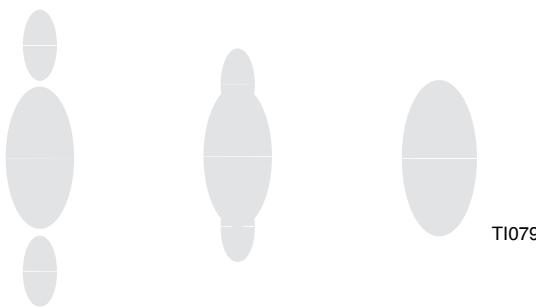

Рис. 14
5. При нажатии на курок пистолета установите давление воздуха при распылении в значение около 5 фунтов на кв. дюйм (3,5 кПа, 0,35 бар). Посмотрите пятно распыления и затем медленно увеличивайте давление воздуха для полного распыления хвостов и их затягивания в пятно распыления. См. Рис. 14. Обычно для распыления хвостов, особенно для материалов низкой вязкости, достаточно давления от 7 до 10 фунтов на кв. дюйм (от 4,9 до 7,0 кПа, от 0,49 до 0,7 бар). Установка слишком высокого давления воздуха приведет к скоплению вещества на воздушном распылителе и снижению эффективности распыления. Давление воздуха, подаваемого на пистолет, не должно превышать 100 фунтов на кв. дюйм (0,7 МПа, 7 бар).